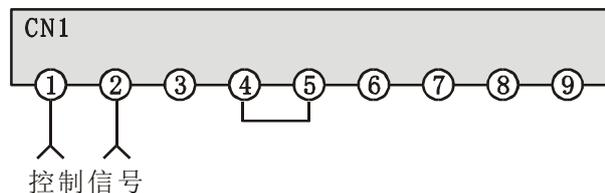
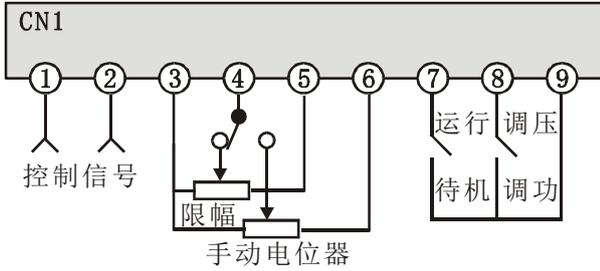
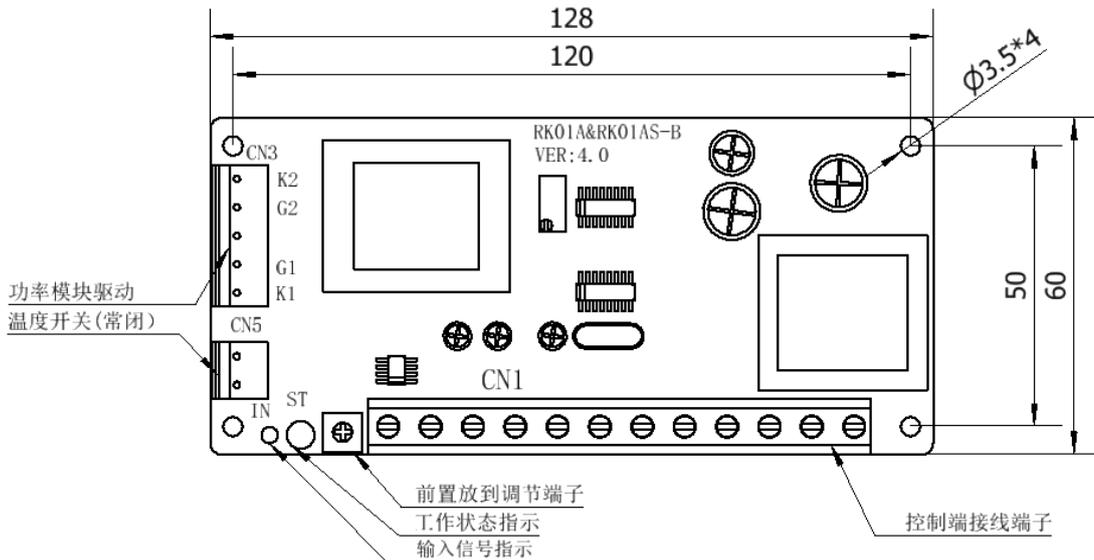

图 1：不带限幅功能的自动控制接线图
图5：带限幅功能的自动控制与手动控制组合接线图
图 12
6.1. CN1 使用不同功能的接线图如图 1— 图 5：
9.2.3. 调功与调压方式的转换参考图 5；两种调功方式的转换参考图 12 中 J1 跳线的设置。
3. 控制板中心处接点 J1，从图 12 中观察：跳线位置处于这种状态 **J1** 为 PWM 调功方式；